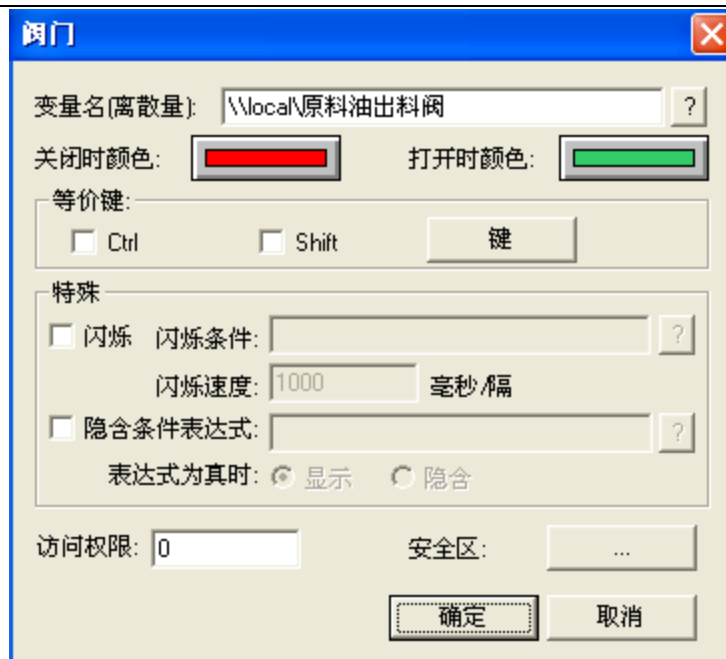

图 3-8
1、在画面上双击“原料油出料阀”图形，弹出该图库对象的动画连接对话框，如图 3-8 所示。